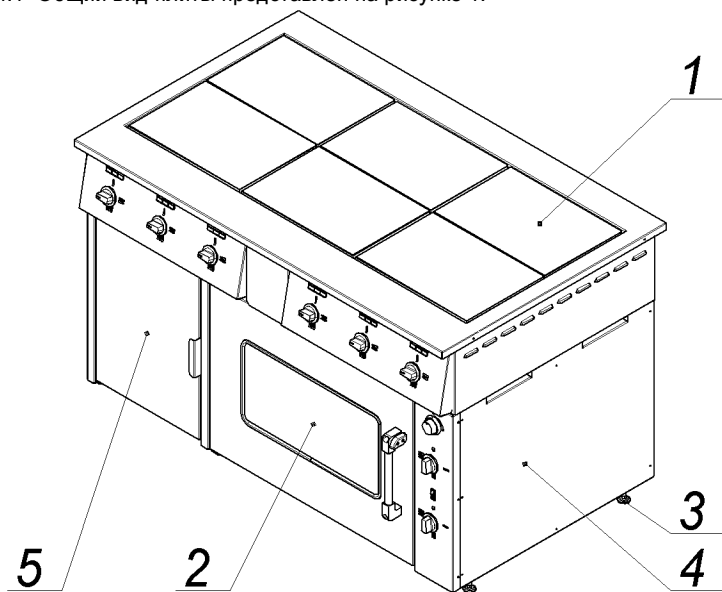
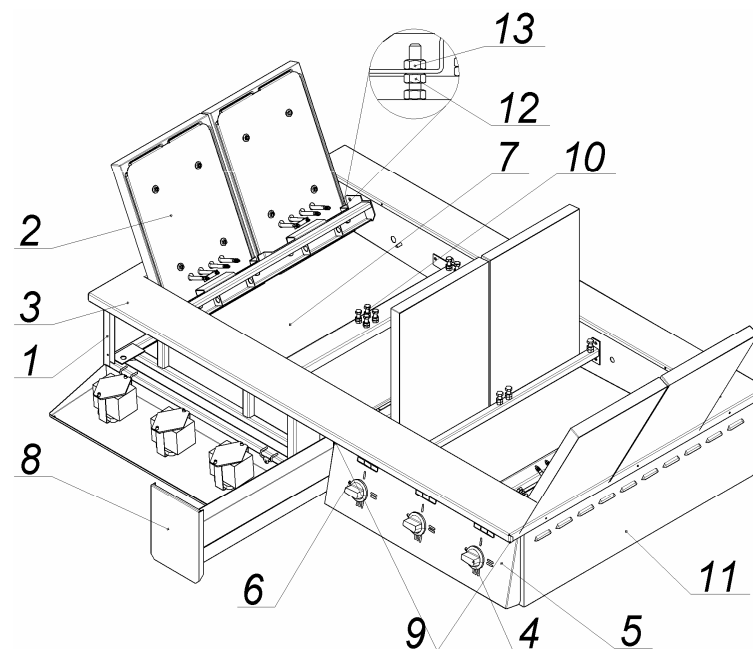
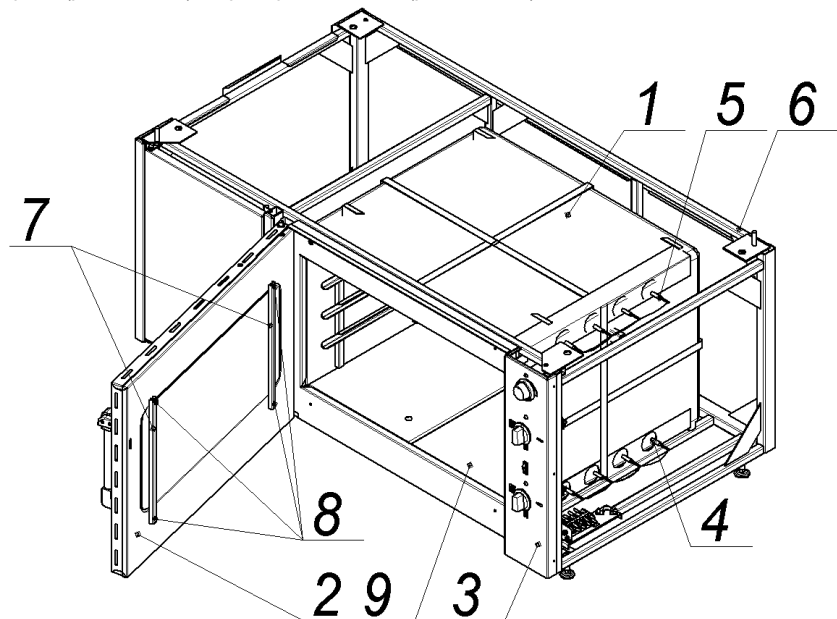
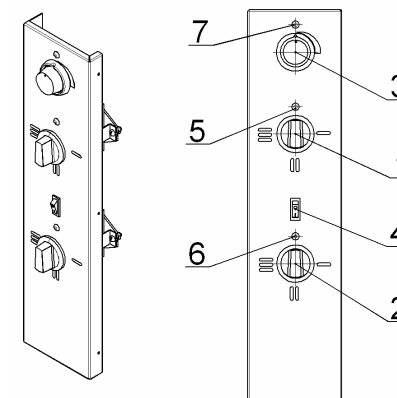

Рис.1
Рис. 2
Рис.3
Рис.4
4.3 Собственно плита (рис.2) установлена на жарочный шкаф (рис.1. поз.2) и состоит из каркаса (поз.1), с закрепленными на нём конфорками (поз. 2), столом (поз.3), облицовочными (поз.11) и приборными панелями (поз.5).
4.3.3 Для обслуживания и санитарной уборки, плита оборудована (см. рис.2) поддоном (поз.7) и выдвижным лотком (поз.8), так же обеспечен (см. рис.2) свободный доступ к внутренним поверхностям плиты:
4.4 Жарочный шкаф состоит из тепловой (рабочей) камеры (рис.3 поз.1), закрываемой дверкой (рис.3, поз.2) и приборной панели (рис.3, поз.3).
- Снять панель управления (рис.3, поз.3) или правую облицовочную панель (рис.1, поз.4);
- Снять панель управления (рис.3, поз.3) или снять правую облицовочную панель (рис.1, поз.4);
- Открыть дверку и вынуть из камеры подовые короба (рис.3, поз.9);
4.5 Приборы управления и светосигнальная арматура размещены (рис.4) на приборной панели (рис.3 поз.3), которая расположена с правой стороны шкафа.
4.5.1 Ступенчатое регулирование мощности верхних и нижних ТЭНов осуществляется установкой ручек переключателей (поз.1 и 2) в фиксированные положения, обозначенные на приборной панели символами **I, II и III**, что соответствует режимам нагрева ТЭНов: слабый, средний и сильный. При этом, изменяется мощность ТЭНов (см. раздел 2, табл.1, п.12). Отключение ТЭНов производится установкой ручек переключателей в положение «0» (напротив сигнальных ламп рис.4, поз.5 и 6).
Установка и автоматическое поддержание необходимой температуры (от 50 до 300⁰С) в камере осуществляется терморегулятором (рис.4, поз.3).
Переключатели верхних и нижних ТЭНов, а также терморегулятор снабжены сигнальными лампами (рис.4, поз.5, 6 и 7).
7.9 После окончания приготовления продуктов отключите напряжение, подаваемое на нагревательные элементы конфорок и шкафа, установив ручки переключателей конфорок (рис.2, поз.4), ручки переключателей верхних и нижних ТЭНов шкафа (рис.4, поз. 1, 2) и лимб терморегулятора шкафа в положение «0» (сигнальные лампы должны погаснуть).
7.4 Установите (по часовой стрелке) лимбом терморегулятора (рис.4, поз.3) температуру в камере шкафа, предусмотренную технологией приготовления продукта (должна загореться сигнальная лампа рис.4. поз.7).
7.5 Установите ручки переключателей (рис.4, поз.1 и 2) верхних и нижних ТЭНов в положения I, II или III (должны загореться сигнальные лампы рис.4, поз.5 и 6).
7.7 Для визуального контроля состояния приготавливаемых в камере продуктов, при закрытой дверке, включите клавишей (рис.4, поз.4) лампу подсветки камеры.